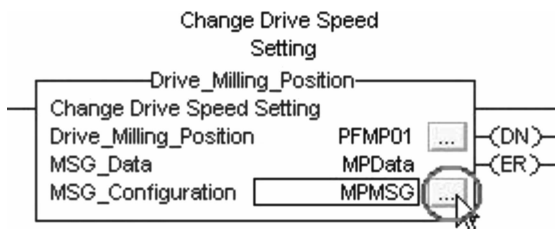

图 20-18 配置消息
14. 对于这个块，需要做的只剩下配置消息了。单击“MPMSG”旁边的按钮，如图 20-18 所示。